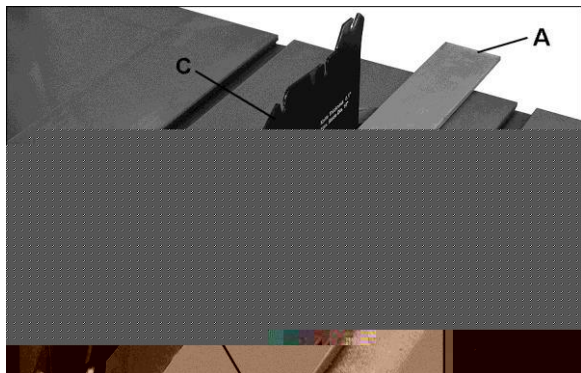

Рис. 20
2. Поместите линейку (см. рис. 20) на столе, так что бы край упирался в пильный диск (В, рис 20) и расклинивающий нож (С, рис. 20). Поверните пильный диск так, чтобы верхняя часть зуба пильного диска касалась линейки. Пильный диск и расклинивающий нож должны быть на одной линии.